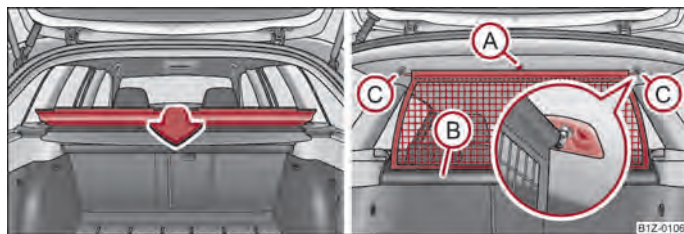

Fig. 63 Rabattre le couvercle du vide-poches/sortir le filet de séparation pour bagages
- Rabattez le couvercle du vide-poches derrière les sièges arrière ⇒ fig. 63 - à gauche.
- Sortez le filet de séparation pour bagages du boîtier (B) au niveau de la bride (A) pour le tirer en direction des supports (C).
- Mettez la tige transversale dans un des supports (C) et poussez-la vers l'avant.
- De la même manière, fixez la tige transversale de l'autre côté du véhicule, appuyez (C).
- Rabattez le couvercle du vide-poches derrière les sièges arrière ⇒ fig. 63.
- Tirez la tige transversale un peu vers l'arrière d'abord sur un côté puis sur l'autre et enlever la tige transversale des supports (C).
- Maintenez la tige transversale de sorte que le filet de séparation pour bagages s'enroule lentement dans le boîtier (B) sans s'abîmer.